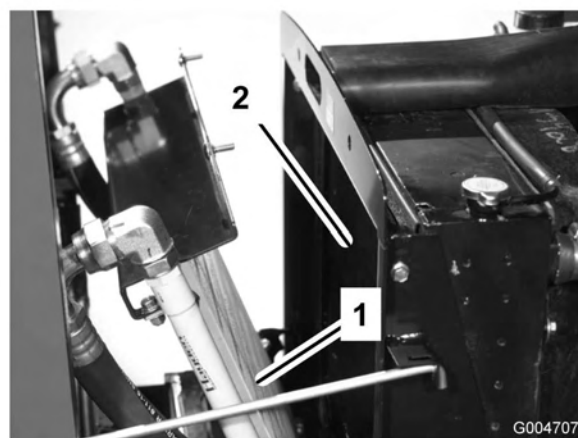

Figure 62
4. Rabattez le refroidisseur d'huile en arrière. Nettoyez soigneusement les deux côtés du refroidisseur et la surface autour du radiateur (Figure 62) à l'air comprimé. Commencez par le côté ventilateur et soufflez les débris vers l'arrière. Nettoyez ensuite en soufflant de l'arrière vers l'avant. Répétez cette procédure plusieurs fois jusqu'à ce qu'il ne reste plus aucun débris.